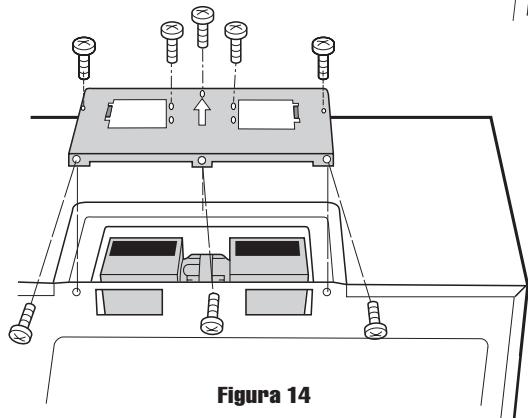

Figura 14
4. Coloque nuevamente el soporte de la cubierta del ventilador deslizándolo por las ranuras en la misma dirección de la flecha de la cubierta del ventilador. Asegúrese de que las paletas del ventilador sean visibles a través de los orificios superiores en el horno antes de proceder. Vea la Figura 14 de la página 6.
5. Fije el soporte de la cubierta del ventilador a la unidad con los 3 tornillos del borde trasero y 4 tornillos, excepto el tornillo (A), de la parte superior del soporte de la cubierta del ventilador, que se retiraron en el Paso 1 anterior. Consulte la Figura 14 en la página 6. El tornillo (A) se utilizará para MONTAR SOBRE LA PARED en el Paso 5 en la página 7. Ahora, la unidad de ventilador de la campana ha girado para una operación de escape vertical.